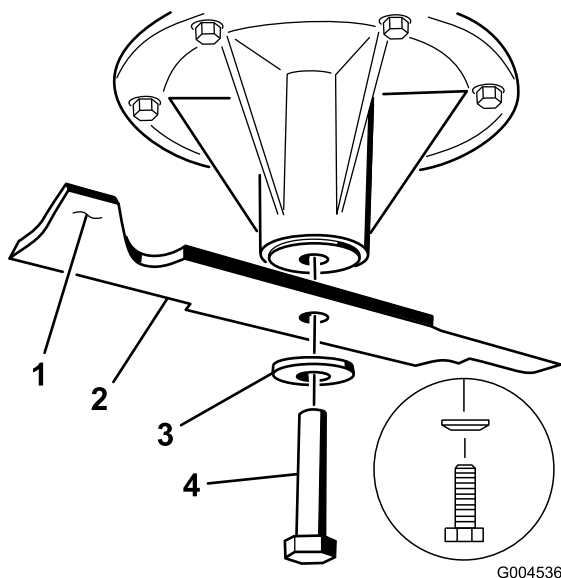
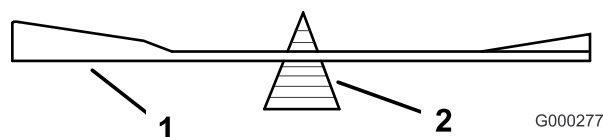

Figura 79
Figura 81
2. Retire a cavilha da lâmina, a anilha curva, e a lâmina do eixo (Figura 79).
2. Verifique o equilíbrio da lâmina colocando-a num equilibrador de lâminas (Figura 81). Se a lâmina ficar na horizontal é porque está equilibrada e pode ser utilizada. Se a lâmina não estiver equilibrada, lime algum metal da extremidade da aba apenas (Figura 79). Repita este procedimento até a lâmina estar equilibrada.